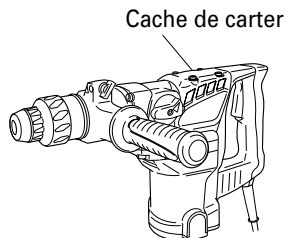

Fig. 19
- (1) Enlever le couvercle du carter et essuyer la graisse à l'intérieur. (Fig. 19)
- (2) Appliquer 2.0 oz (60 g) de graisse pour marteau électrique Hitachi A (en tube) au carter.
- (3) Après avoir fait le plein de graisse, installer fermement le couvercle du carter.